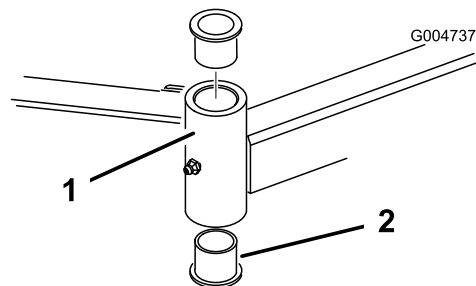

Figure 122
4. Insérez un chasse-goupille dans le haut ou le bas du tube de montage et chassez la bague hors du tube (Figure 122).